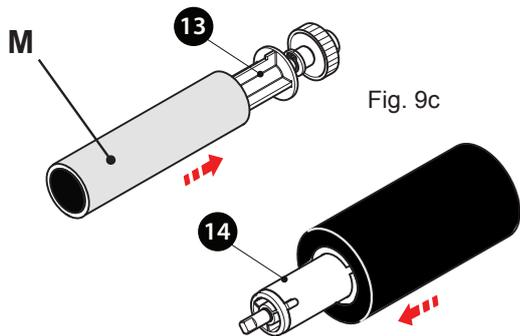

Fig. 9c
- ▶ Extraer el rodillo de enrollado (13) desenganchándolo y levantándolo. Insertar hasta el fondo el soporte de cartón (M) suministrado (Fig. 9c).
- ▶ Extraer el rodillo friccionado (14) desenganchándolo y levantándolo. Insertar hasta el fondo la cinta de impresión, alineando el orificio con la clavija de referencia del rodillo (Fig. 9c).